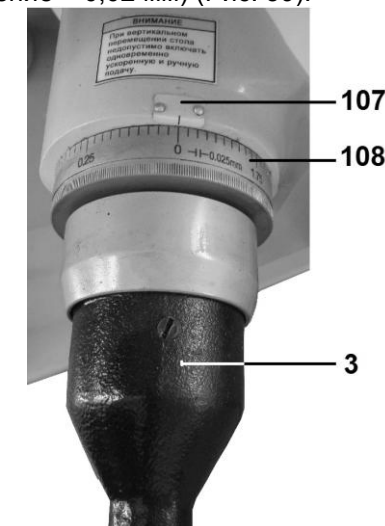

Рис. 41
- удерживая рукоятку (3), обнулить лимб (107) по шкале (108) (Рис. 41);
- расстояние фрезеруемого материала контролируется по шкале лимба (107), (1 деление = 0,025 мм).
10.9.11. Для перемещения пиноли (15) шпинделя (13) при выполнении сверлильных операций необходимо рукояткой (45) ослабить фиксированное положение пиноли (15) (Рис 42а).